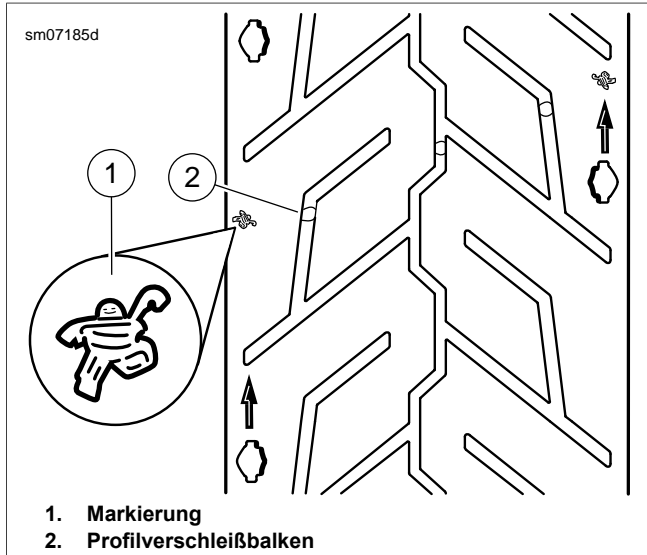
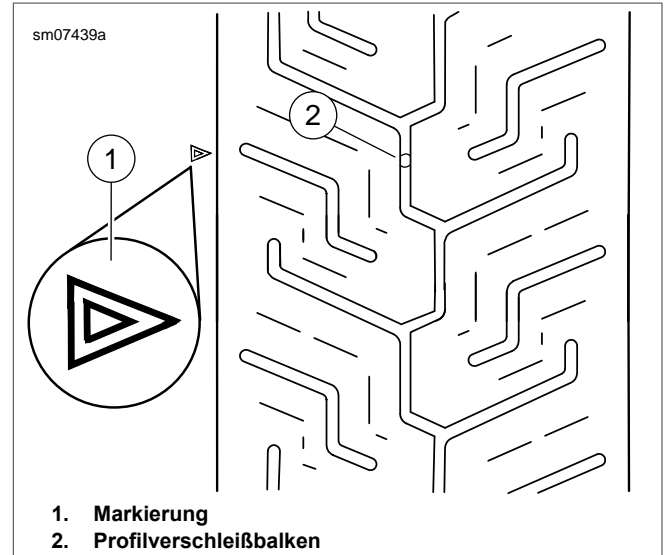

Abbildung 46. Profilmuster: Michelin-Reifen
Abbildung 47. Profilmuster: Dunlop-Reifen
- Siehe Abbildung 46 oder Abbildung 47. Markierungen (1) auf den Reifenwänden zeigen zu den Profilver-schleißbalken (2) im Profil.